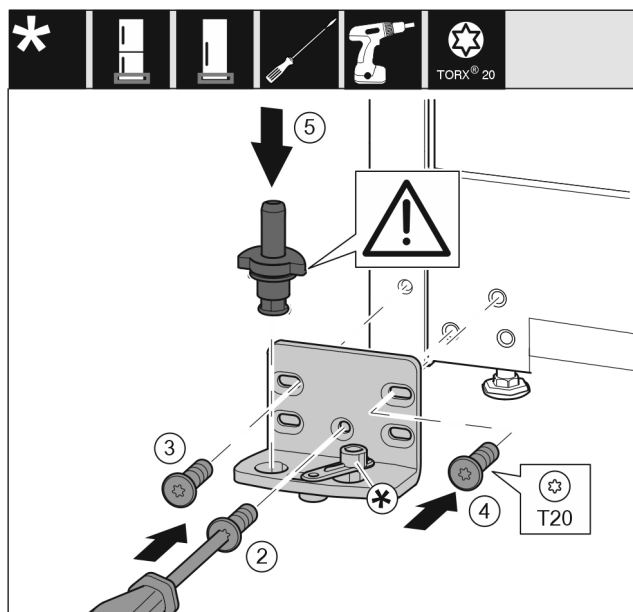

Fig. 16
- Ložiskovú konzolu nasadíte na druhú stranu a priskrutkujte ju pomocou skrutkovača T20. Začnite skrutkou 2 dole v strede. Fig. 16 (2)
- Pevne zaskrutkujte skrutku 3 a 4. Fig. 16 (3,4)
- Ložiskový čap úplne nasadíte. Dbajte pritom na to, aby zaistovací doraz ukazoval smerom dozadu. Fig. 16 (5)